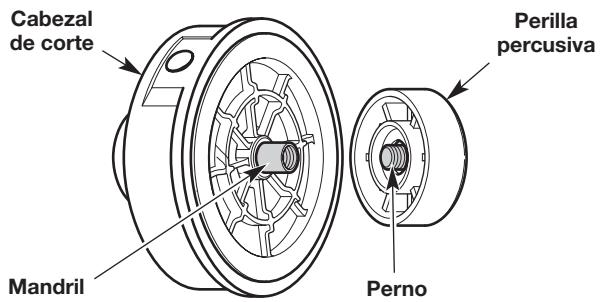

Fig. 27
- Mantenga el cabezal de corte en su lugar (Fig. 27). Gire la perilla de impacto en el sentido de las agujas del reloj para desenroscarla del cabezal de corte (Fig. 27).
- Inspeccione el perno que está dentro de la perilla de impacto para comprobar que se mueva libremente (Fig. 27). Reemplace la perilla de impacto si está dañada.
5. Mientras sujetas el carrete interior y la bobina exterior juntos, enrosque la perilla de impacto en sentido contrario a las agujas del reloj (Fig. 27). Ajuste firmemente la perilla de impacto.